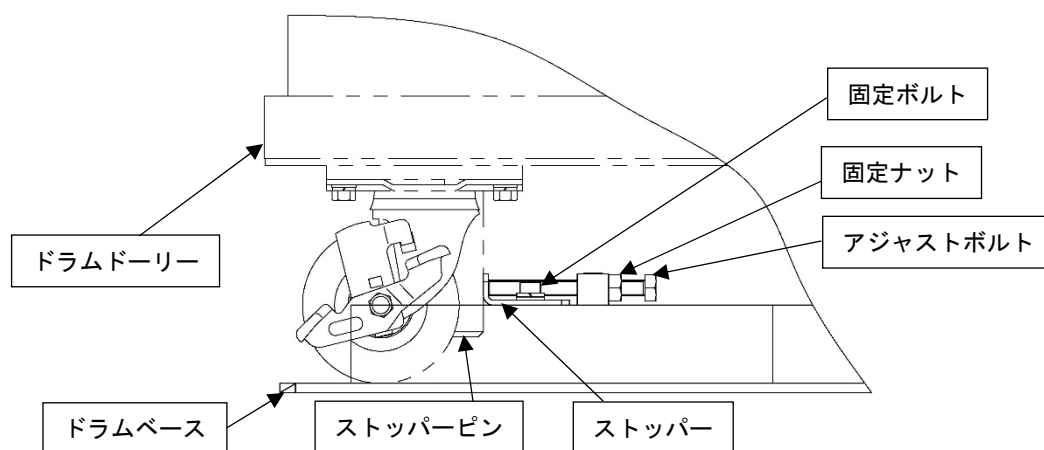

Fig.10
- 18) <ドラムストッパーの調整が未実施の場合>上記5)で緩めたアジャストボルトを、ストッパーがストッパーピン（ドラムドローリー下部）に当たるまで締め込み、固定ナットでアジャストボルトを固定してください。また、固定ボルトを締め付けてストッパーを固定してください。（Fig.10）